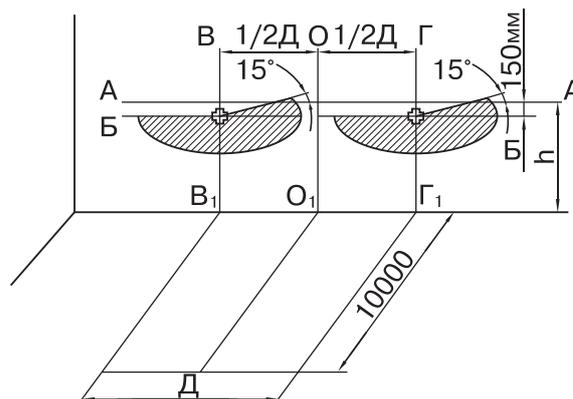

Рис. 68.
- а) произведите разметку экрана, как показано на рис. 68, при этом линию центров фар АА нанесите на экране на расстоянии "h", равном высоте расположения центров фар над уровнем пола, а линию ВВ1 и ГГ1 на расстоянии Д (размер между центрами фар по горизонтали).